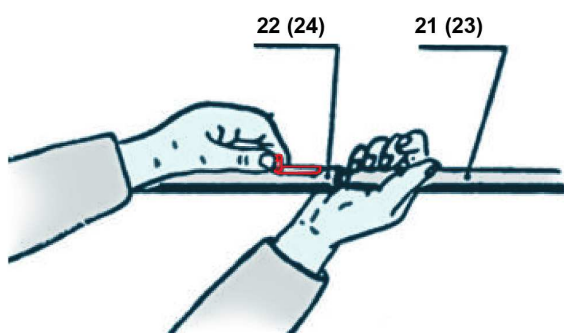

Рисунок 8.
7. Соедините (рис. 8) соответствующие концы брусьев привальных 21 и 22 и стрингеров 23 и 24 с помощью подпружиненных выдвигающих втулок.